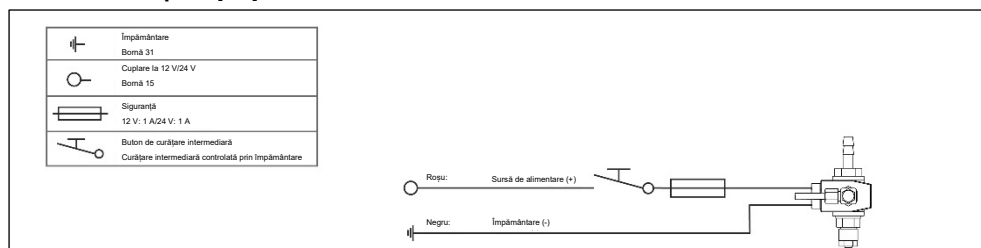
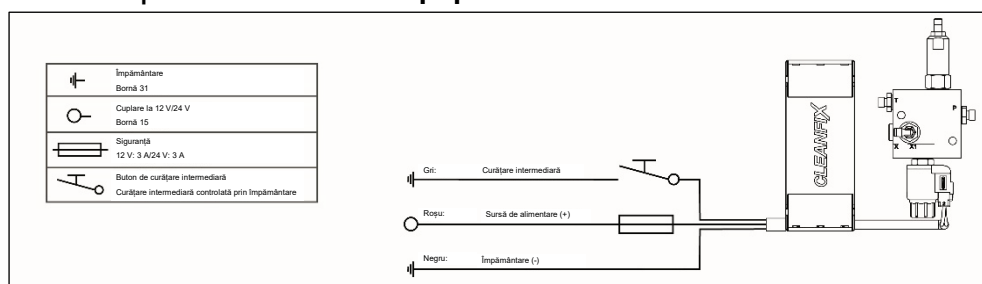

Fig. 65
Fig. 73
Dacă este disponibilă o sursă de alimentare cu siguranță, cuplată (bornă 15) cu suficientă tensiune (consultați Fig. 65 - Fig. 73), aceasta poate fi utilizată.
40) Conectați componenta electronică la sursa de alimentare a utilajului (consultați Fig. 65 - Fig. 73).